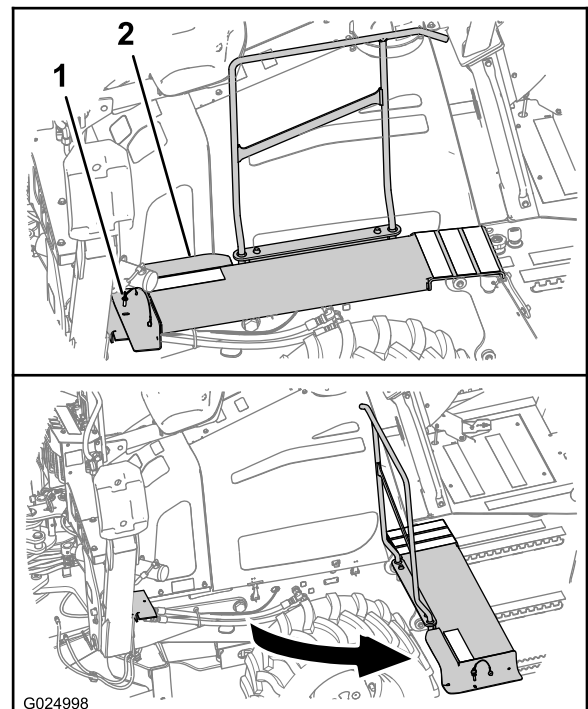

Figura 59
- A. Na lateral esquerda da máquina, remova o pino retentor da parte frontal da plataforma do operador (Figura 59).
- B. Gire a plataforma, afastando-a da máquina, como mostrado na Figura 59.
- A. Gire a parte frontal da plataforma do operador até sua posição original (Figura 59).
- B. Alinhe o furo na plataforma com o furo no suporte da plataforma (Figura 59).